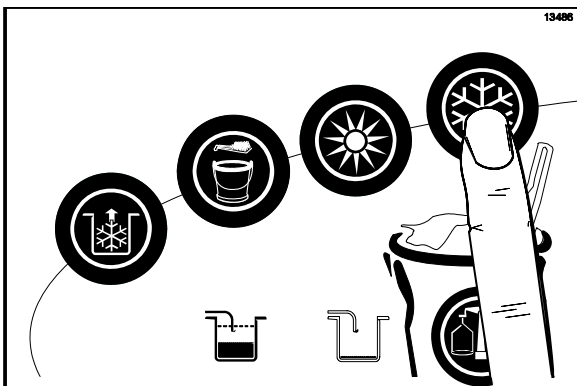

Abbildung 97
2. Den Automatikbetrieb durch Antippen des Automatiksymbols  beenden. (Siehe Abbildung 97.)